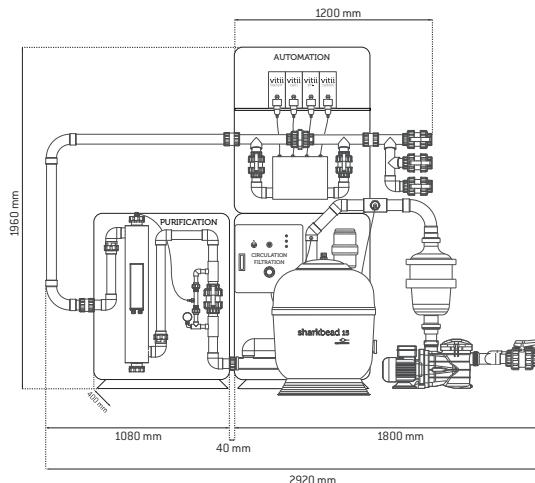
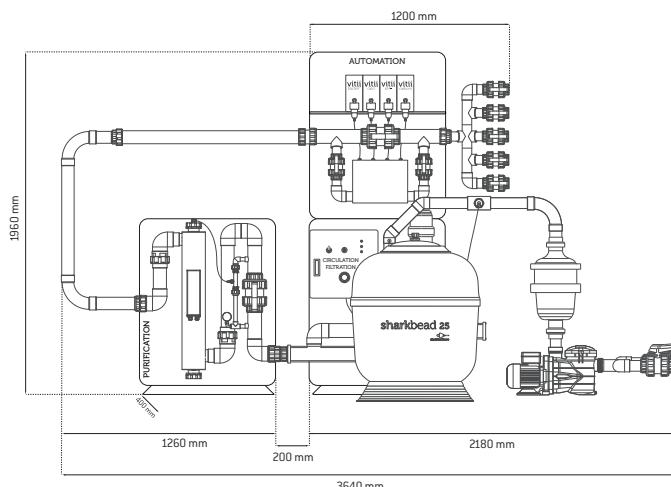
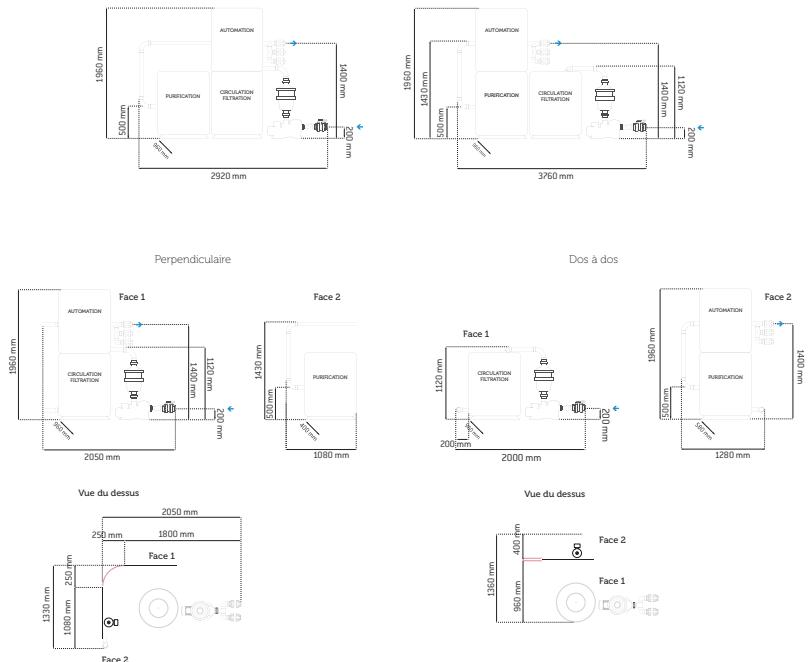
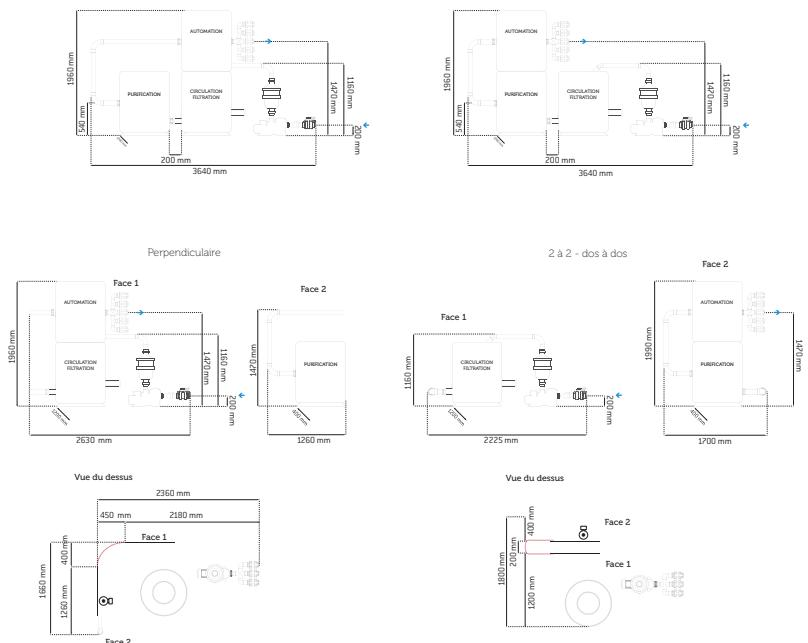

FIG. 4: VITII-MONTAGELÖSUNG IN 2 STANDARDETAGEN FÜR VITII 15
FIG. 5: VITII-MONTAGELÖSUNG IN 2 STANDARDETAGEN FÜR VITII 25
FIG. 6: VARIANTEN DER VITII-MONTAGE IN 2 ETAGEN FÜR VITII 15
FIG. 7: VARIANTEN DER VITII-MONTAGE IN 2 ETAGEN FÜR VITII 25
**Abbildung 4 und Abbildung 5** zeigt eine Montagelösung mit 2 Etagen, während **Abbildung 6 und Abbildung 7** mehrere mögliche Varianten darstellt. Alle zweistöckigen Kombinationen erfordern zusätzliche Anschlüsse, die im Basis-Kit nicht enthalten sind. Die Montage mit 2 Etagen muss ebenfalls von rechts nach links und von unten nach oben erfolgen.